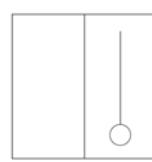

图8-133 绘制线段
- 04 调用L【直线】命令，绘制长度为320的垂直线段，结果如图8-133所示。